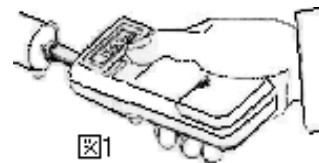

図1
- (1) 検出軸に回転接触子 KS-300 を取付けます。このとき接触子の切り溝を検出軸の回り止めピンの位置に合わせて正しく差込んで下さい。
- (2) レンジ切換スイッチでレンジ合わせます。"LO" 1.5 ~ 2000.0r/min "HI" : 15 ~ 10000r/min
- (3) 測定スイッチを押し続け、図 1 に示す様に測定回転軸の軸端センタ穴にスリップしない様に接触子を押し当てます。測定回転軸と検出器の軸心が一致する様保持下さい。
- (4) これで 1 秒毎に回転数をデジタル表示します。